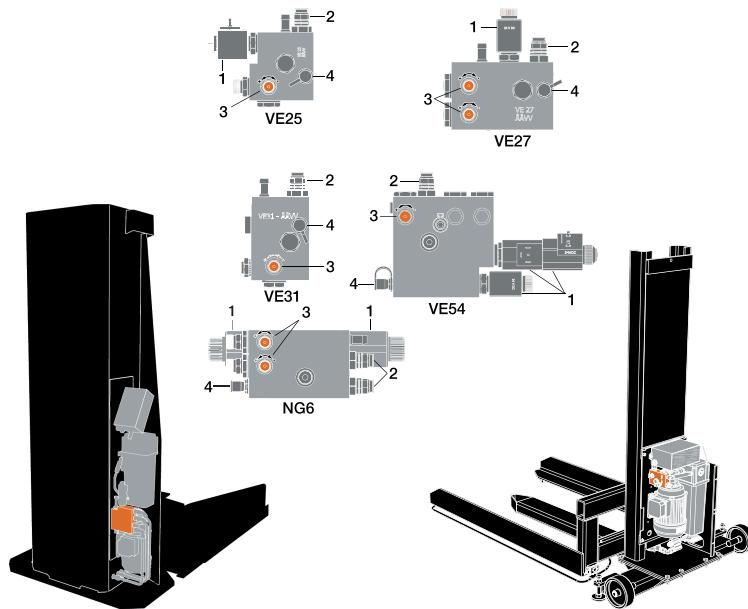

Bild 23 Das Ventilpaket ist am Hydraulikaggregat montiert. Es gibt unterschiedliche Arten von Ventilpaketen, abhängig vom Produkt und dessen Konfiguration.
1. Es gibt unterschiedliche Arten von Ventilpaketen, abhängig vom Produkt und dessen Konfiguration. Prüfen Sie, mit welcher Art von Hydraulikpaket Ihr Produkt ausgerüstet ist, siehe Abbildung 23.
2. Schließen Sie ein passendes Manometer an den Anschluss an, siehe Pos. 4, Abbildung 23. Der Anschluss ist mit einem Schutzdeckel ausgestattet, der vor dem Anschließen entfernt werden muss.